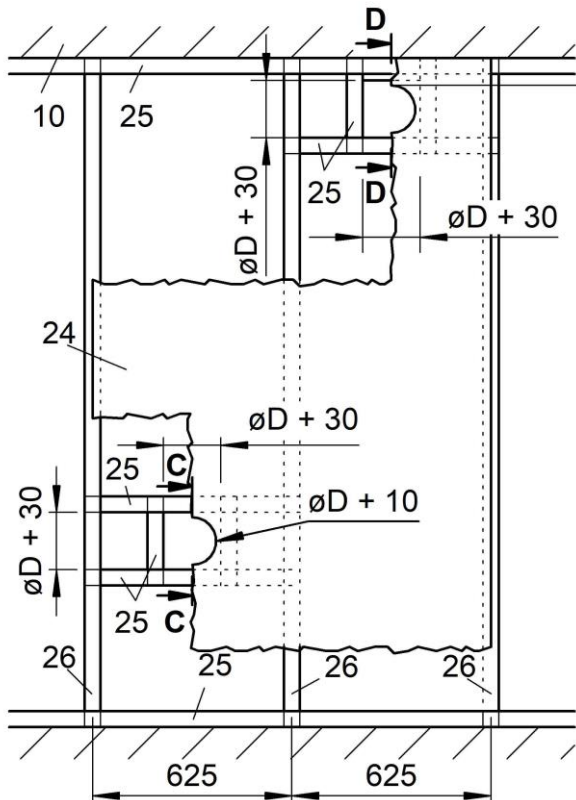

Abbildung 40: Metallständerwerk mit erforderlichen Auswechslungen für BSK-RPR mit Anbaurahmen AR (Trockeneinbau), im Zuge des Wandaufbaus
- Metallständerwerk erstellen, erforderliche Metallständerauswechslungen (Pos. 25) entsprechend der Abbildung 40 und Abbildung 41 vorsehen.